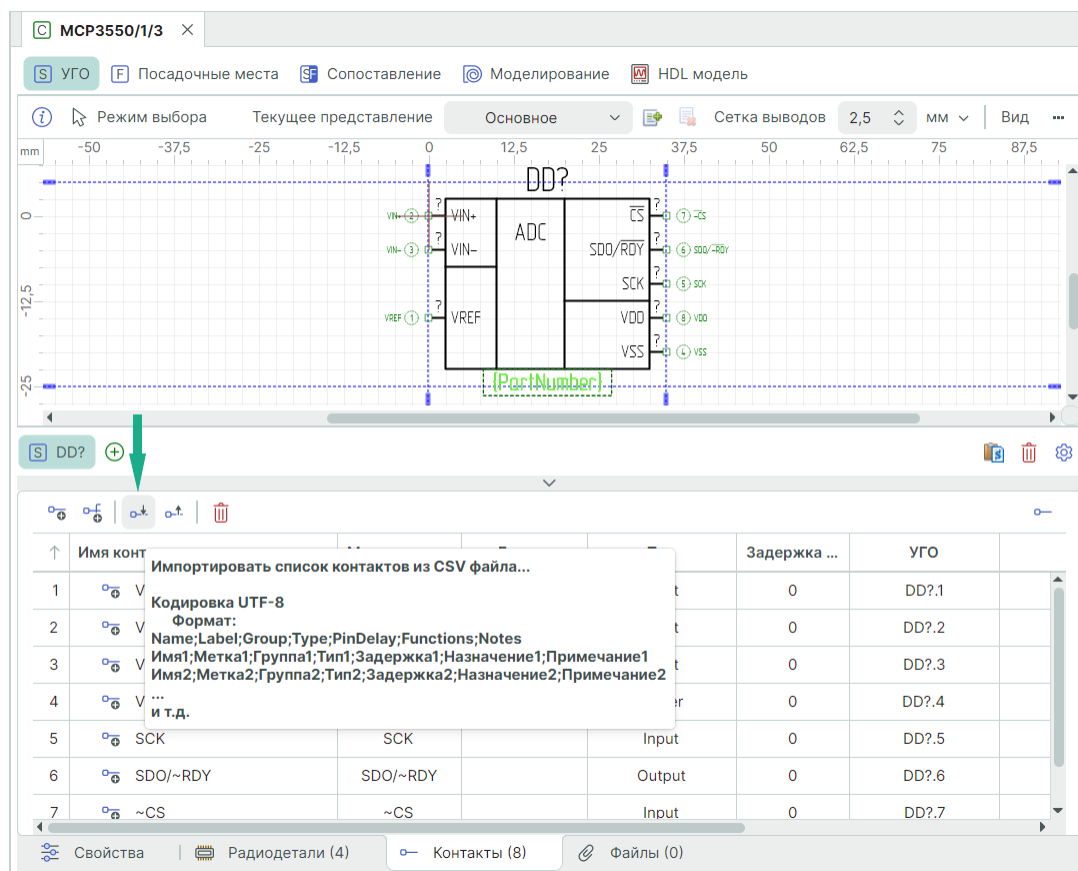

Рис. 273 Импорт контактов
1. Нажмите символ  «Импортировать список контактов из CSV файла...», см. Рис. 273.